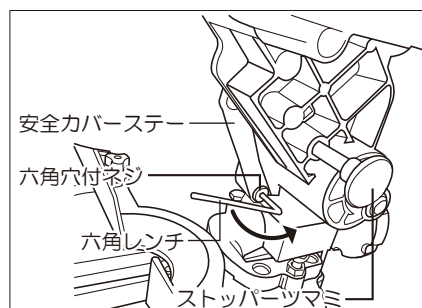

図5
- ①ハンドルを押さえてストッパーツマミを引き出し、ハンドルが上がった位置にしてください。
- ②アームの下にある安全カバー作動ステーの取付け六角穴付ネジを、付属の六角レンチ(4mm)で外してください。(図5参照)
- ①本機は、外径190mmの丸ノコを基準にしてノコ刃の下限位置を調整してあります。
- ②アームの下にある安全カバー作動ステーの取付け六角穴付ネジを、付属の六角レンチ(4mm)で外してください。(P.11 図5参照)